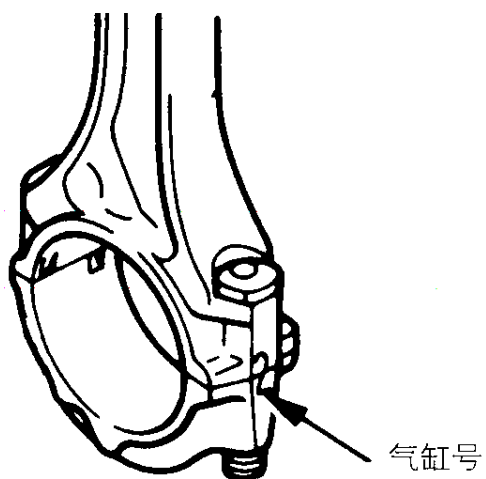

图 2-83 连杆大端侧面上的气缸号
(1) 拆卸连杆盖时，为了正确地进行重新装配，在连杆大端的侧面应做上气缸号（图 2-83）。